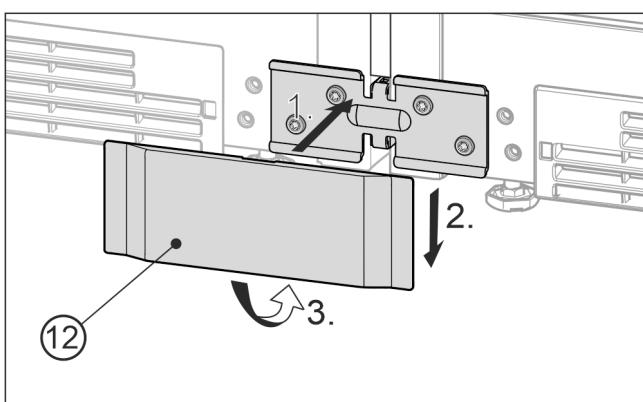

Fig. 26 Beispielhafte Darstellung
- ▶ Die untere Abdeckung Fig. 26 (12) von vorne auf den Winkel aufsetzen Fig. 26 (1), runterschieben Fig. 26 (2) und unten einrasten Fig. 26 (3).